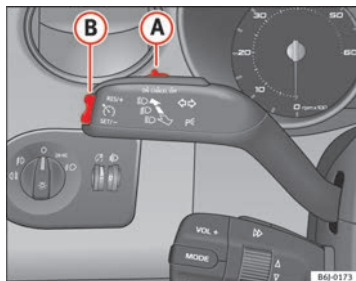

Fig. 113 Alavanca das luzes indicadores de mudança de direcção e dos máximos: comando e botão basculante para o regulador de velocidade
- Quando tiver alcançado a velocidade que quer programar, pressione brevemente a parte inferior do botão basculante **SET** ⇒ Fig. 113 **B** uma vez.